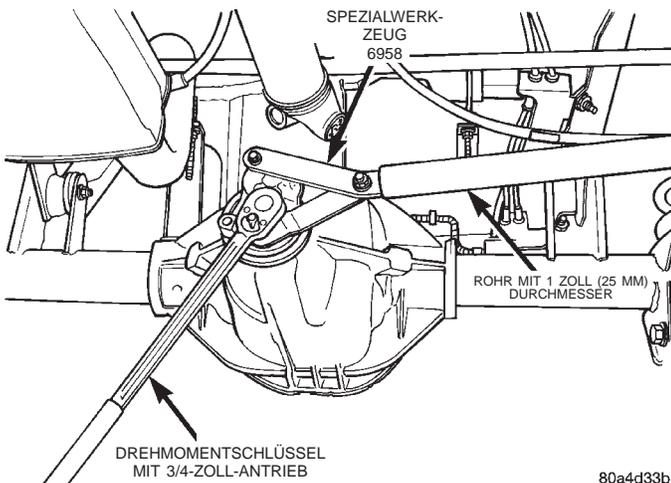

Abb. 17 Mutter des Antriebskegelrads festziehen
(9) Mit Haltegriff 6958 und einem auf 474 N·m (350 ft. lbs.) eingestellten Drehmomentschlüssel den Quetschring zusammenpressen, bis das Axialspiel der Lager beseitigt ist (Abb. 17).